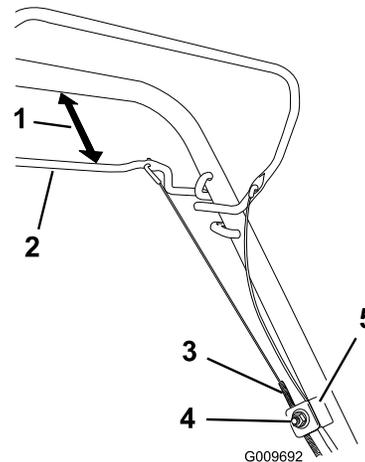

Figura 33
1. Afloje la tuerca del soporte del cable (Figura 33).
2. Sujete la barra de la transmisión autopropulsada a una distancia de 25 – 38 mm del manillar (Figura 33).
3. Tire hacia abajo de la cubierta del cable (hacia la máquina) hasta eliminar la holgura en el cable (Figura 33).